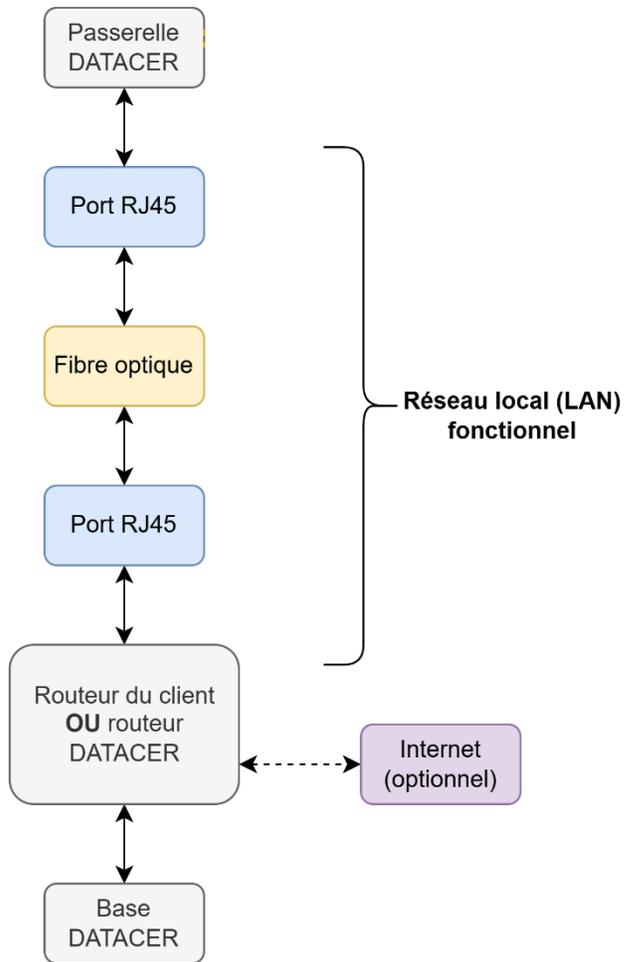
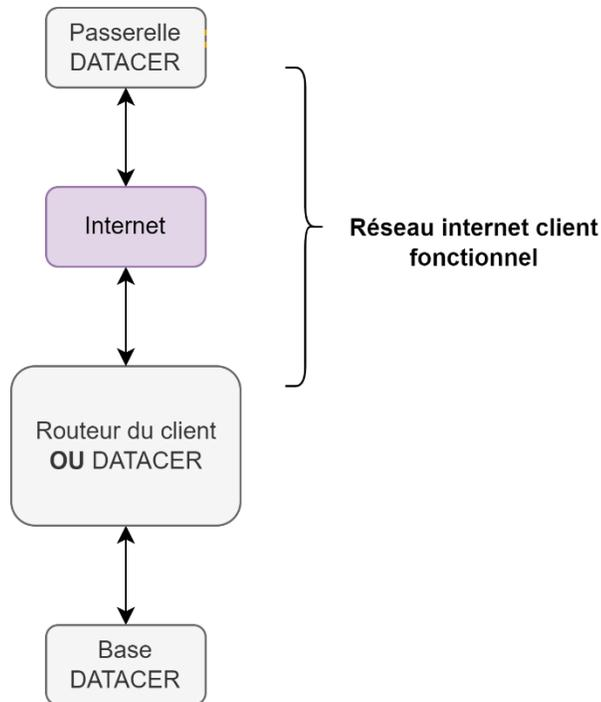

Figure 115: Réseau local (LAN) fonctionnel
Figure 116: Réseau Internet client fonctionnel
- Le réseau local ou Internet fourni par le client doit être fonctionnel (voir Figure 115 et Figure 116 ci-dessous).